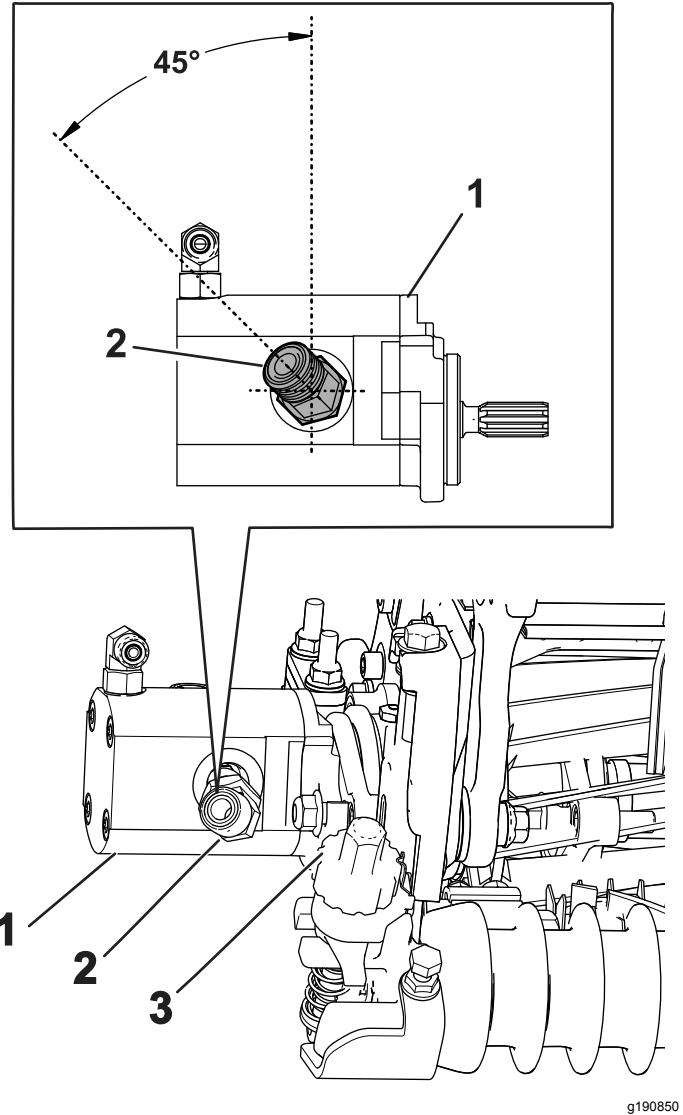

Figure 22
4. Montez le raccord à 45° neuf en positionnant l'angle comme montré à la Figure 22. Serrez le raccord à un couple de 47 à 58 N·m.